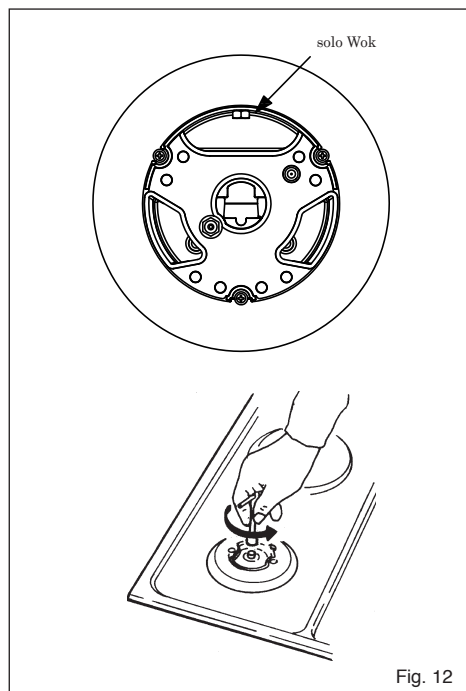

Fig. 12
Adattamento a diverso tipo di gas (Fig. 12)
- alla sostituzione degli iniettori (fig. 12) con i corrispondenti al tipo di gas da utilizzare (vedi tabella Caratteristiche utilizzatori);